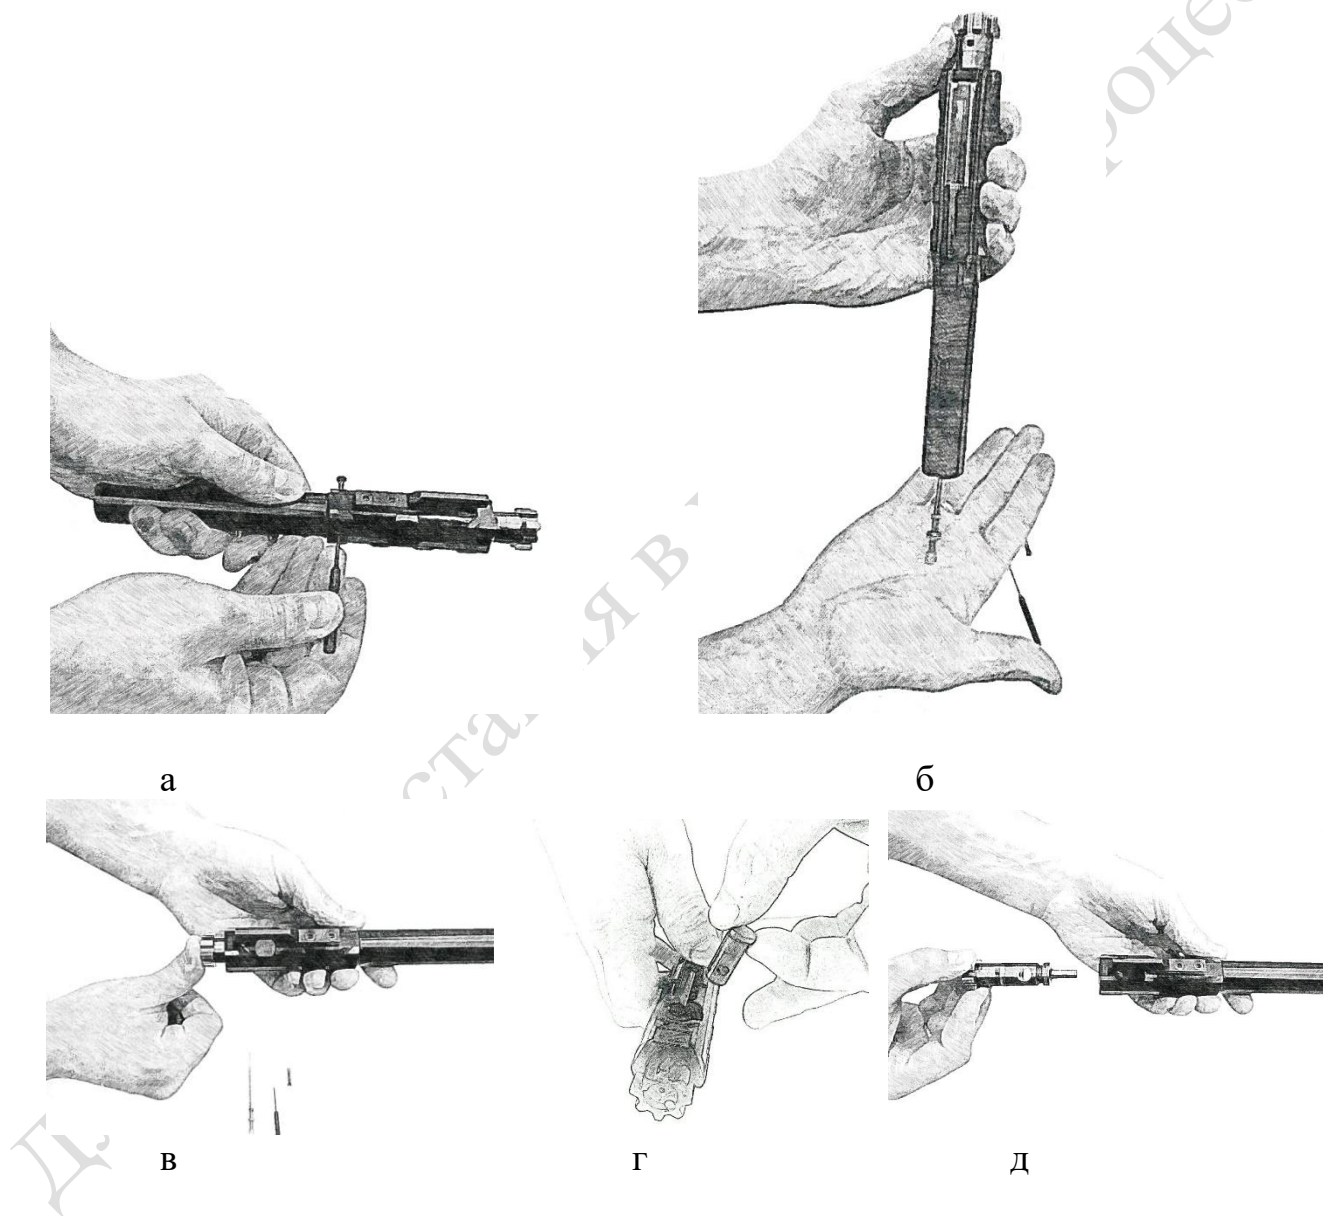

Рисунок 13. Від'єднання затвора від затворної рами
4) **розібрати затворну раму із затвором у зборі**, для чого виштовхнути штифт фіксації ударника (рис.13а). Повернути затворну раму затвором догори
(рис.13б), при цьому ударник повинен випасти із затворної рами (при необхідності – витягнути ударник руками або за допомогою виколотки). Зсунути затвор до упору в крайнє заднє положення, натиснувши на дзеркало затвора (рис.13в). З-під газоприймача з'явиться палець затвора. Витягти палець затвора (копір) руками (рис.13г). Палець повинен вийматися без зайвих зусиль. Після цього витягнути затвор із затворної рами (рис.13д).